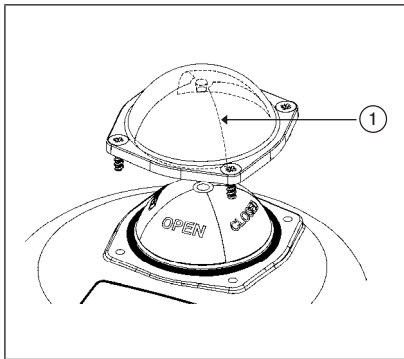

Bild 9: Glashaube Demontage
- Glashaube des Stellungsanzeigers 1 inkl. den Dichtring durch Lösen der vier Befestigungsschrauben abnehmen und die Glashaube entfernen (siehe „Bild 9“).